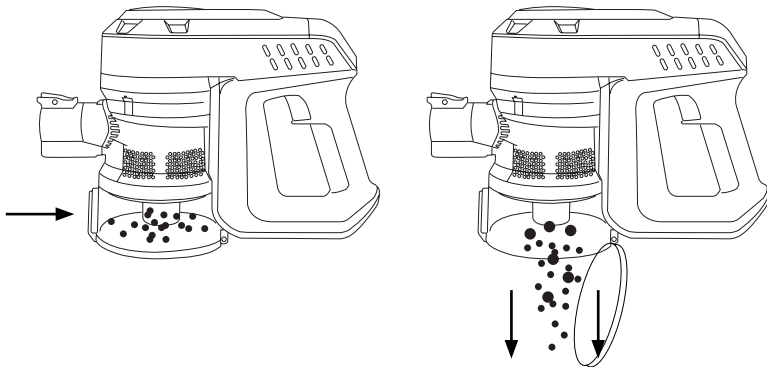

Fig.5
- Extraer el ciclón situado dentro el depósito girandolo hacia la izquierda tal como indican las flechas y extraer. (Fig.5)